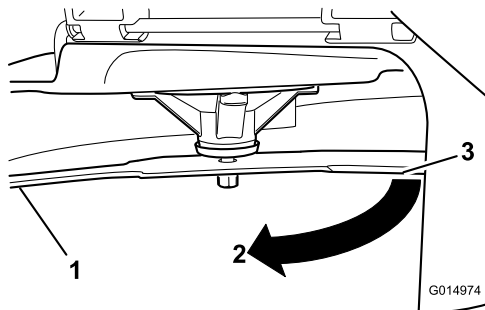

Figura 50
3. Segunda distancia medida entre cuchilla y superficie (B)
4. Gire la misma cuchilla 180 grados de manera que el otro extremo esté en la misma posición (**Figura 50**).